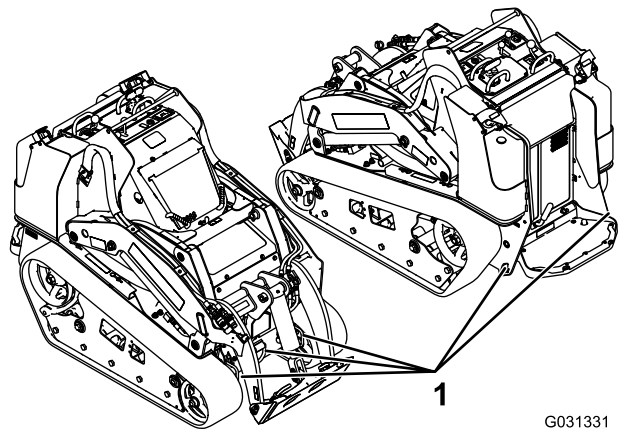

図 29
- 機体についているロープ掛けポイントを使い、チェーンやロープ、ワイヤなど適切なものでしっかりと機体をトレーラに固定する図 29。ロープ掛けや積荷固定については各地域の法令などに従ってください。
ロープ掛けポイントを吊り上げポイントとして利用することができます 図 29を参照。